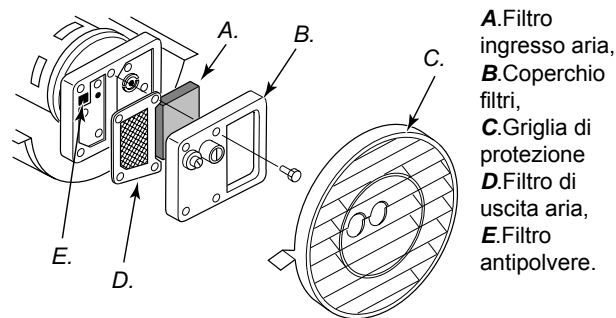

Figura 17 – Filtros de salida de aire, de admisión de aire y de pelusa, modelos de 29 KW y 44 KW.
3. Quite las mangueras de las líneas de aire y de combustible del conjunto de la boquilla (vea la Figura 17, 18 ó 19).